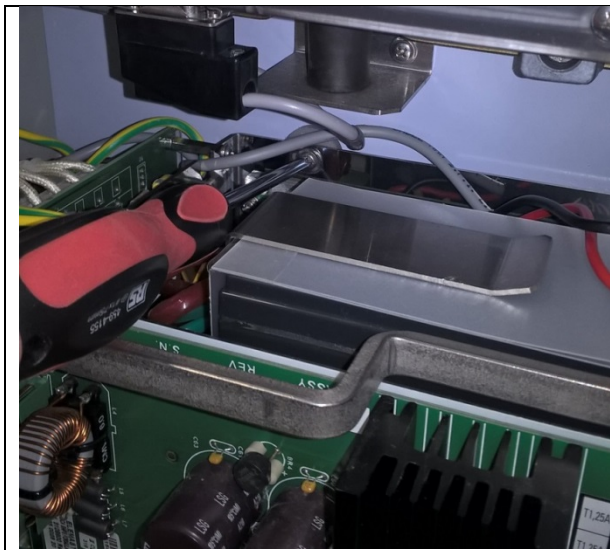

Fig. 14
14. Fixez le bloc d'alimentation au châssis de la machine à l'aide des deux (2) vis M4x12 placées à l'étape 11 (**Fig. 14 et Fig. 15**).